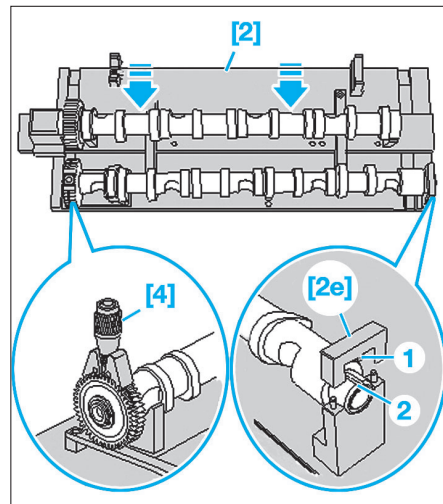

FIG. 136
- Retirer le palier [2e] (Fig.136).